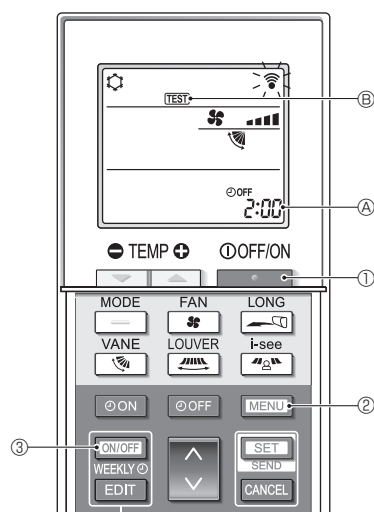

Fig. 7-5
■ Тестовый прогон (Fig. 7-5)
- Нажмите кнопку ①, чтобы остановить работу кондиционера воздуха.
- Если недельный таймер активирован (есть надпись **WEEKLY**), нажмите кнопку ③ для отключения таймера (нет надписи **WEEKLY**).
- Нажмите и удерживайте в течение 5 секунд кнопку ②.
- Нажмите кнопку ②.
- Появляется надпись **TEST** ④, и блок переходит в режим тестового прогона.